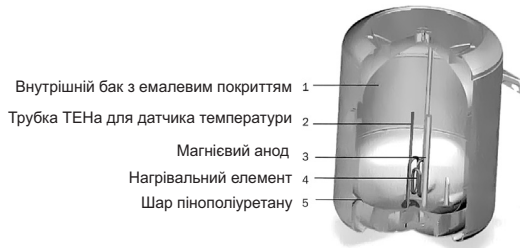

Рис. 1. ЕВАД **CLASSIC** в розрізі та його складові частини
Магнієвий анод (рис.1) забезпечує додатковий захист внутрішнього бака від корозії, а також, в значній мірі, запобігає виникненню накипу на ТЕНі. Взаємодія катіонів магнію з солями, що розчинені у воді, до утворення пухкого накипу, що осідає на дно і легко усувається при чистці бака.
1. Чищення внутрішнього бака водонагрівача від накипу (рис. 1).
2. Чищення фланця нагрівального елемента від накипу (рис. 1).
3. Заміни магнієвого анода (рис. 1).